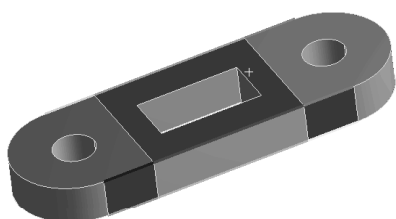

图 4.4.47 分割面结果
(3) 定义其余分割面。参照创建分割面的步骤，分别选择其余面上的分割点对模型表面进行分割操作，结果如图 4.4.47 所示（具体操作参见随书光盘）。